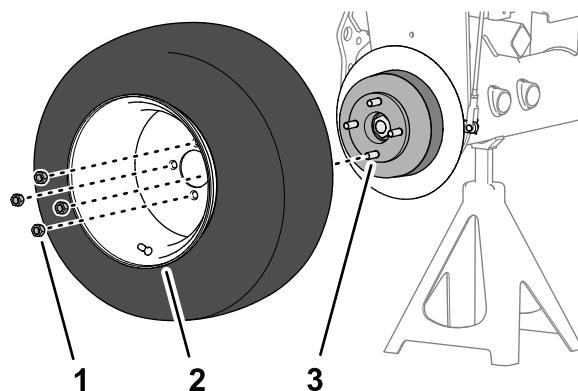

Figura 72
1. Monte la rueda en el cubo con las 4 tuercas de rueda (Figura 72), y apriete las tuercas a mano.